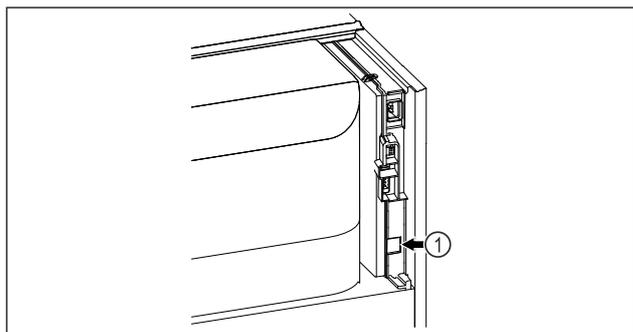

Fig. 146
- Le SmartModule Fig. 146 (1) est installé.